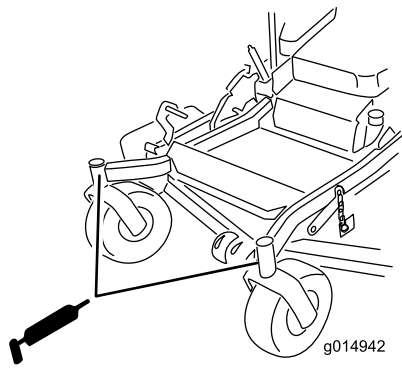

Figure 34
7. Sortez le graisseur Zerk du trou. Remettez le bouchon hexagonal et le capuchon antipoussière en place (Figure 34).